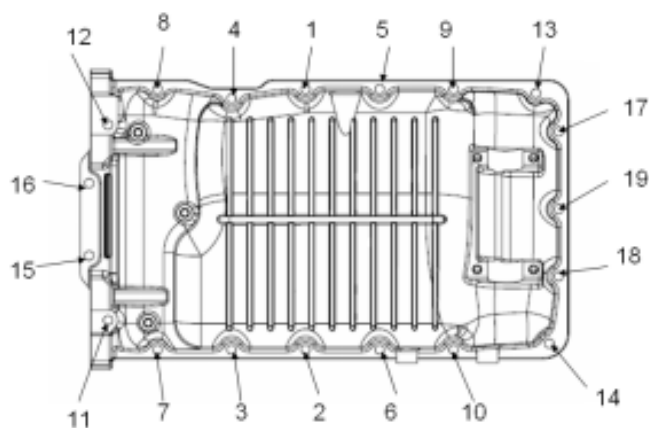

图14 油底壳螺栓安装顺序图
6.9.3 安装油底壳。油底壳固定螺丝按图 14 中标号 1~19 依次紧固，螺丝紧固力矩为  $25 \text{ N} \cdot \text{m} \pm 2 \text{ N} \cdot \text{m}$ 。